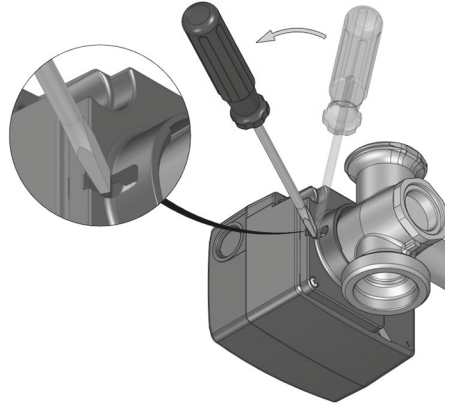

Abb. 13
2. **Betriebsschalter (1)** auf Handbetrieb stellen. Dazu diesen mit einem Schraubendreher **um 90° nach rechts drehen**, so dass der Schlitz in waagerechter Position steht und die Pfeilspitze auf das **Handsymbol** zeigt (Abb. 13).